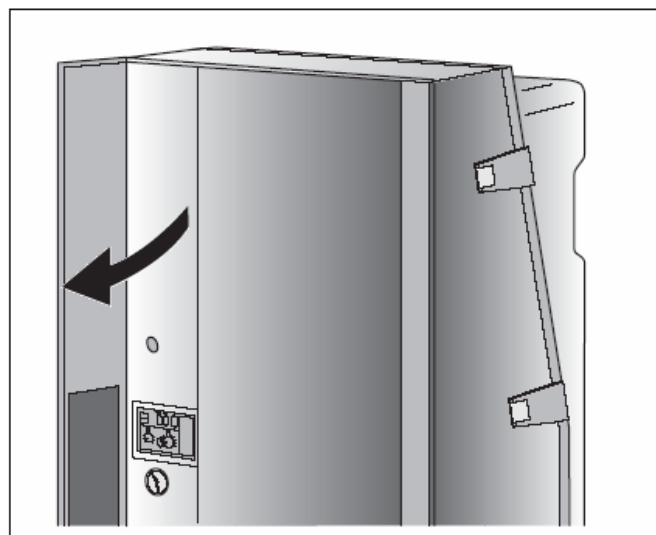

Рис. 2 Крышка панели управления
- Откройте крышку панели управления (рис. 2)